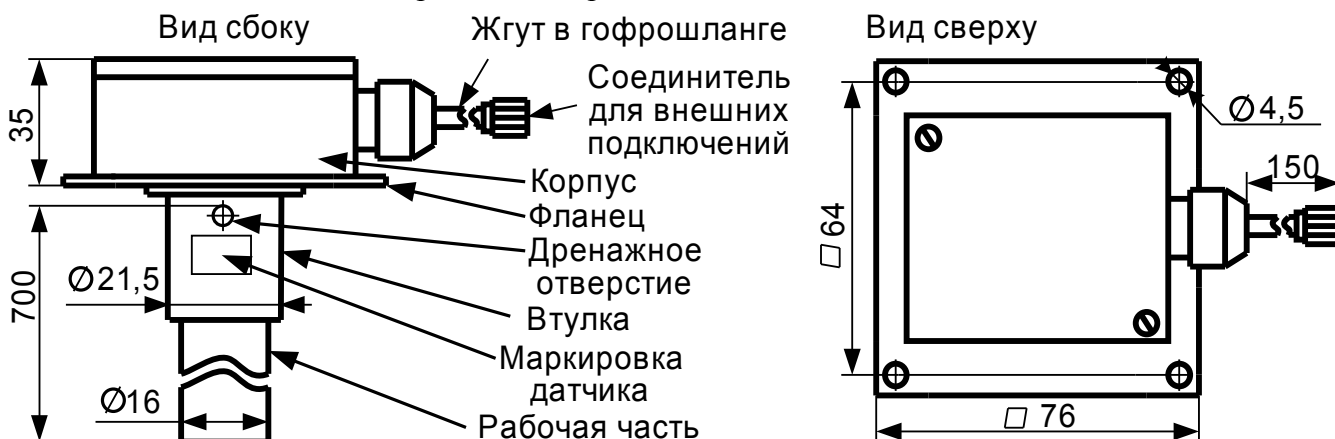
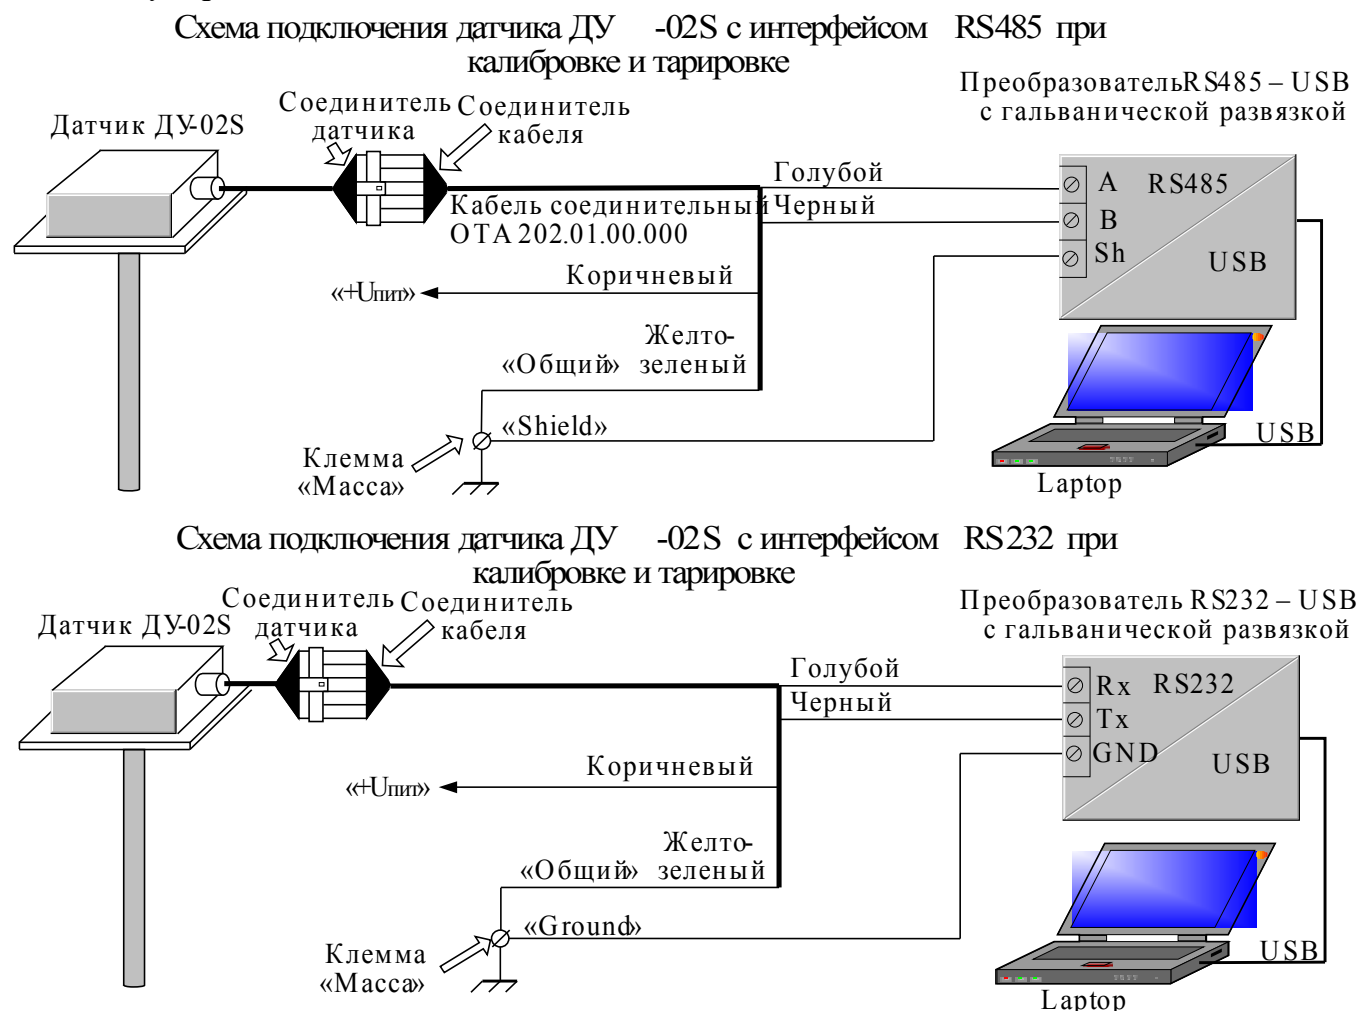

Рис.1 Габаритные и крепежные размеры датчика ДУ-02S базового исполнения
Рис. 2. Схемы подключения датчика ДУ-02S в режимах калибровки и тарировки
Внешний вид датчика приведена на рис. 1.
Длина рабочей части датчика (см. рис. 1) равна расстоянию от нижнего края наружной трубы датчика до верхнего края дренажного отверстия.
1) наружная труба рабочей части, втулка, фланец и корпус датчика (см. рис.1) электрически соединены в датчике с цепью «Общий» питания (см. рис.2)!
Схемы подключения датчика при калибровке, тарировке и штатной работе (при эксплуатации) приведены - на рис. 2 и 3.
- клемма «Масса» (см. рис.2 и 3), к которой будут подключаться цепи датчика и терминала, гарантированно соединена с минусовой цепью источника питания или может быть подключена к ней через общий выключатель (для транспортных средств — выключатель «Массы»);
Соединение цепей «Общий» датчика и терминала, цепей «Shield» и «GND» выполнить в одной точке — к клемме «Масса» (см. рис. 2 и 3).